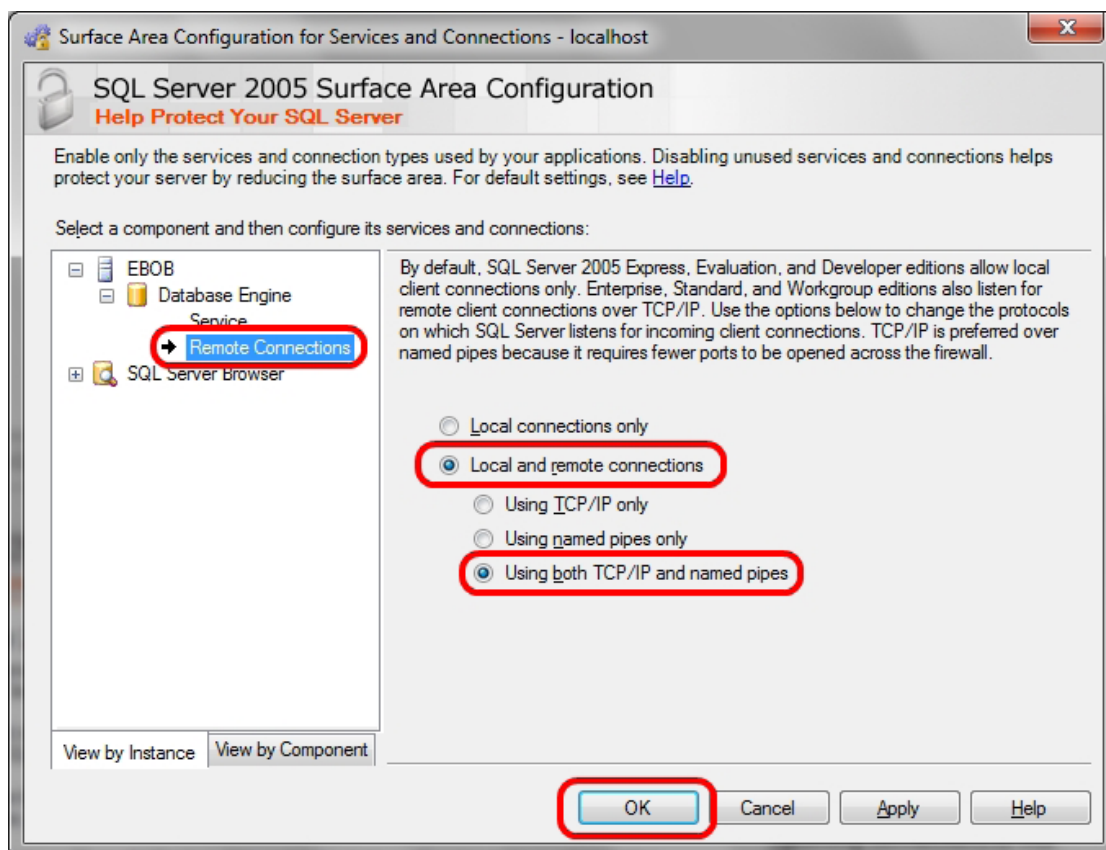

Figura 9
4. En la columna izquierda, dé clic en Conexiones Remotas en el servidor EBO. Ver Figura 9.